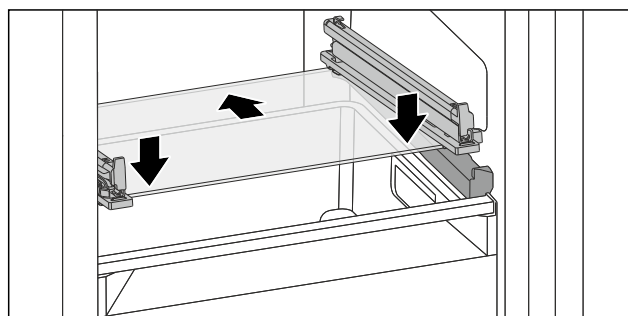

Fig. 74 可倾斜抽屉的玻璃隔板
- ▶ 将玻璃隔板斜放在止动器后面。(参见 Fig. 74)